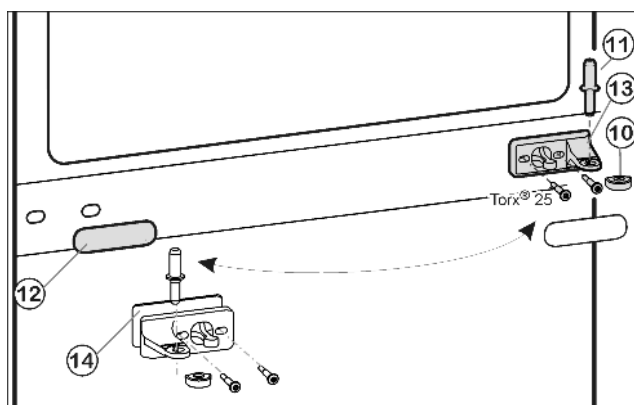
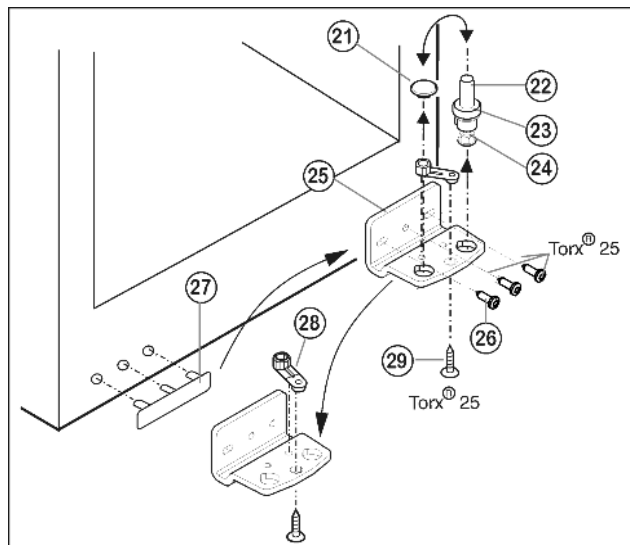

Fig. 5
Fig. 6
- ▶ Вытащите из опорного кронштейна и нижней дверцы средний опорный винт Fig. 5 (11).
- ▶ Снимите пластмассовый колпачок Fig. 5 (10).
- ▶ Открутите средний опорный кронштейн Fig. 5 (13) (2 шт. Torx® 25).
- ▶ Осторожно снимите накладку Fig. 5 (12).
- ▶ Прикрутите средний опорный кронштейн Fig. 5 (13) с подкладкой Fig. 5 (14) с поворотом на 180° на новую сторону шарнира (с моментом 4 Нм).
- ▶ Защелкните накладку Fig. 5 (12), повернув на 180°, на стороне, где теперь будет ручка.
- ▶ Извлеките опорный винт Fig. 6 (22) в комплекте с шайбой Fig. 6 (23) и регулируемой опорой Fig. 6 (24), вытягивая его вверх.
- ▶ Снимите пробку Fig. 6 (21).
- ▶ Открутите Fig. 6 (26) опорный кронштейн Fig. 6 (25).
- ▶ Открутите Fig. 6 (29) опорную деталь Fig. 6 (28) и, переставив в отверстие на противоположной стороне опорного кронштейна, снова прикрутите.
- ▶ Осторожно снимите и переставьте на противоположную сторону крышку со стороны ручки Fig. 6 (27).
- ▶ Снова прикрутите опорный кронштейн Fig. 6 (25) на новой стороне шарнира (с моментом 4 Нм). При необходимости используйте аккумуляторный шурупверт.
- ▶ Переставьте пробку Fig. 6 (21) в свободное отверстие.
- ▶ Вновь установите опорный винт Fig. 6 (22) в комплекте с шайбой и регулируемой опорой. При этом фиксатор должен быть направлен назад.
- Установите нижнюю дверцу сверху на нижний опорный винт Fig. 6 (22).
- Снова наденьте пластмассовый колпачок Fig. 5 (10) на средний опорный кронштейн Fig. 5 (13).
- Вставьте средний опорный винт Fig. 5 (11) на новой стороне шарнира через средний опорный кронштейн Fig. 5 (13) в нижнюю дверцу.
- Установите верхнюю дверцу на средний опорный винт Fig. 5 (11).
- При необходимости выровняйте дверцы через два продольных паза в нижнем опорном кронштейне Fig. 6 (25) и среднем опорном кронштейне Fig. 5 (13) параллельно корпусу устройства. Для этого выкрутите средний винт на нижнем опорном кронштейне Fig. 6 (25).